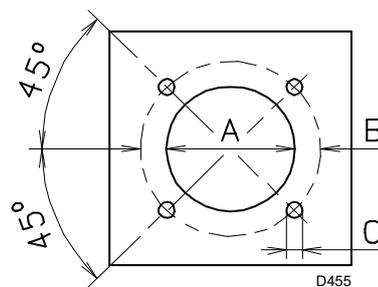

Fig. 12
Forare la piastra di chiusura della camera di combustione come in Fig. 12. La posizione dei fori filettati può essere tracciata utilizzando lo schermo termico a corredo del bruciatore.
- Infilare tutto il bruciatore sul foro caldaia, precedentemente predisposto (Fig. 12), e fissare con le viti date a corredo.